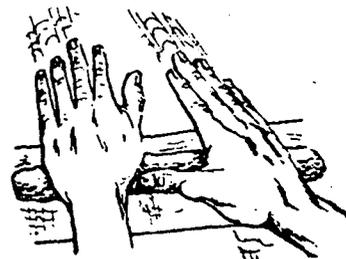

FIG. 1
2.^o Passo – Enrole o barro com as mãos sobre uma tábua, fazendo um cilindro (fig. 1).